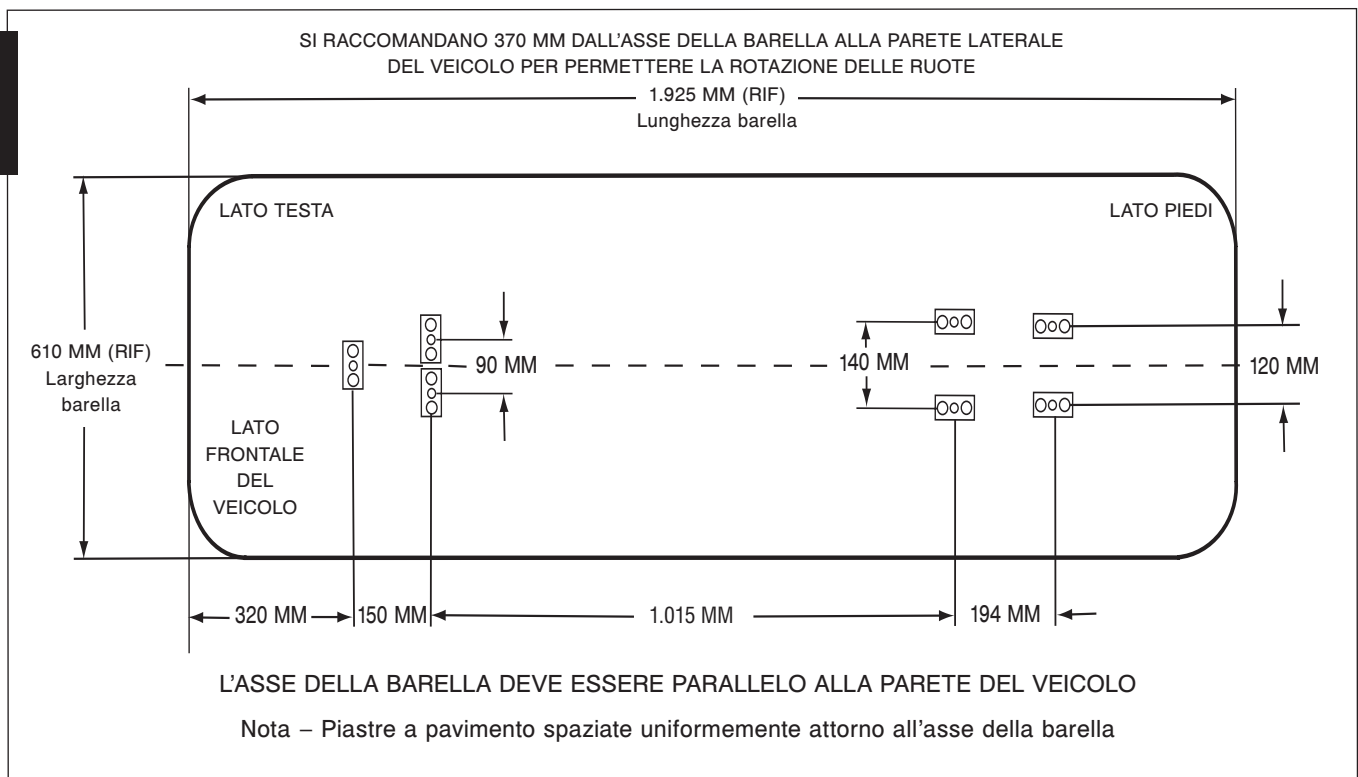

Figura 1 – Posizioni di installazione delle piastre a pavimento
2. Usando le dimensioni illustrate in Figura 1, individuare e trapanare i punti di attacco delle piastre a pavimento.